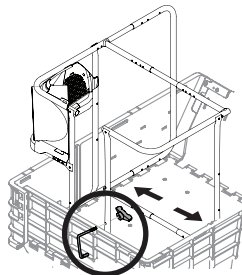

Figura 12
2. Ajuste la estructura según sea necesario para que entre en el ancho del carrito presionando los botones de resorte en los tubos de ajuste para ajustar el ancho y largo de la estructura, asegurándose de que los botones de resorte traben en su lugar. Consulte la Figura 12.
4. Use el gancho para asegurar la estructura al carrito insertando el brazo roscado del gancho por la parte delantera izquierda de la estructura, ajuste el extremo con tapa del gancho para que se apoye contra la pared exterior del carrito y asegure con una mariposa, como se ilustra en la Figura 12.